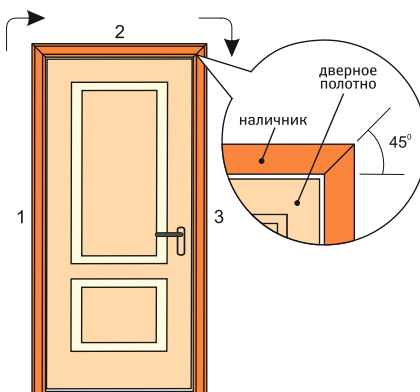

Рис. 8
• Определите необходимую длину наличника. Запилите наличник при помощи ножовки в стусле, либо при помощи заусовочной пилы, под углом 90°градусов. Прodelайте эту операцию в следующей последовательности: левый, верхний, правый (рис.8).